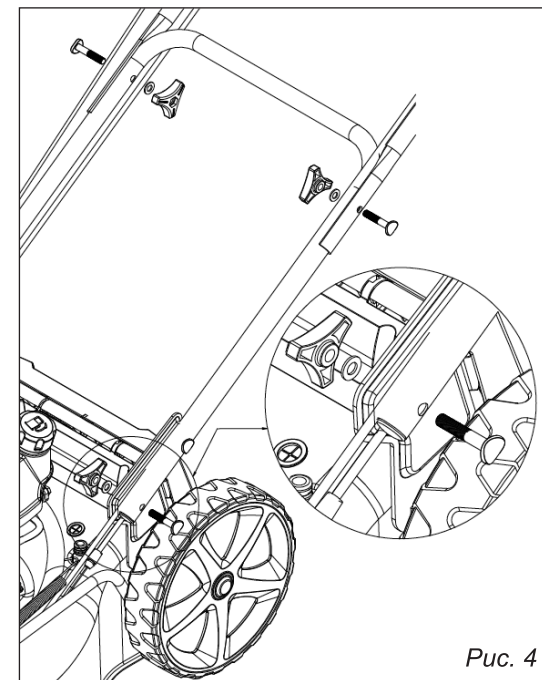

Рис. 4
2. Закрепите с помощью винтов кронштейн рукоятки (рис. 4).